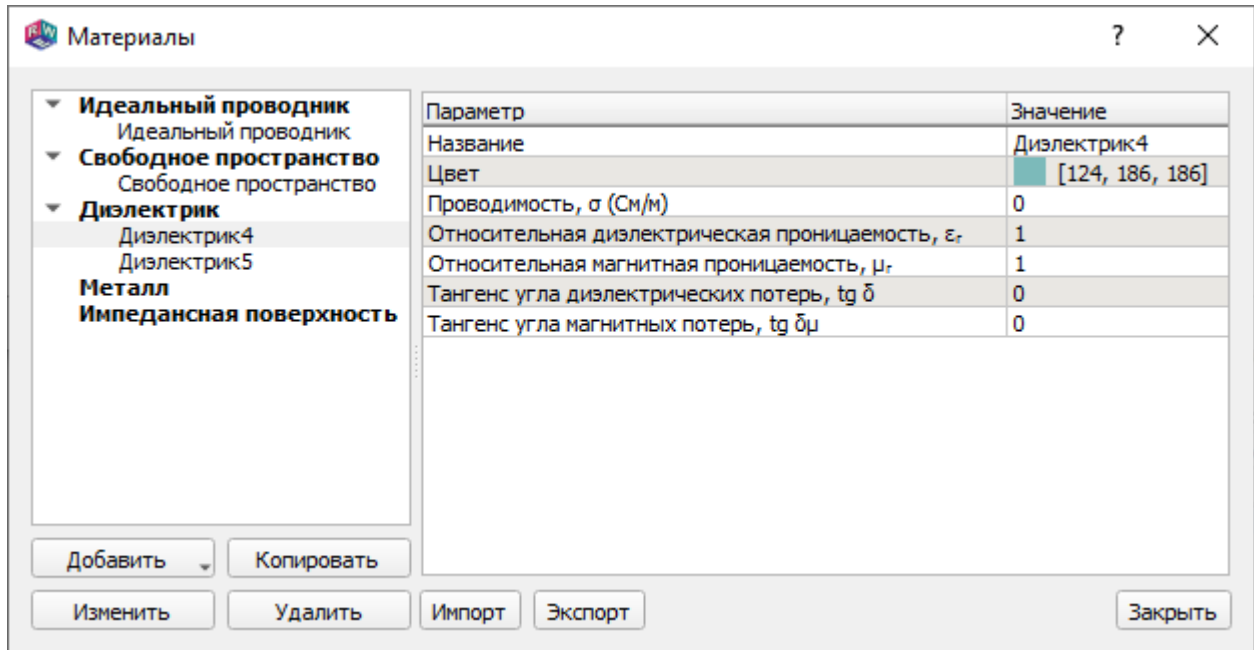

Рис. 155
16.7.1.4. Вид окна «Материалы» показан на рис. 155.